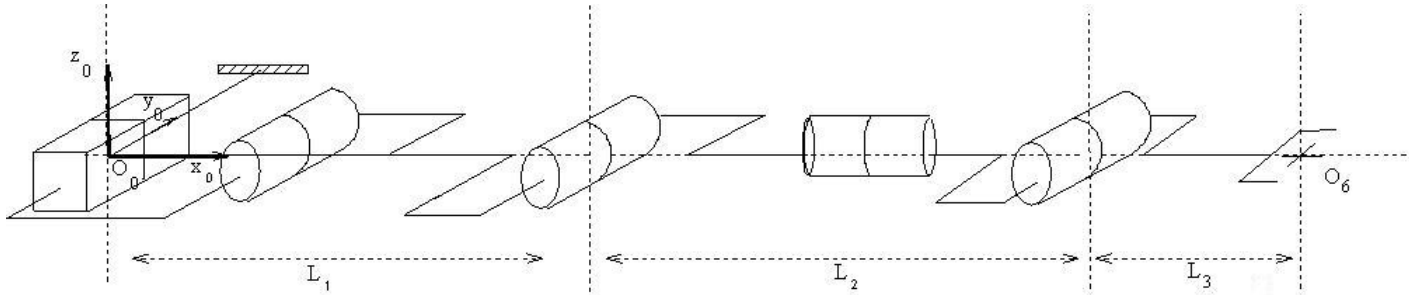

FIGURE 1 – Robot PRRRR.
On considère le robot PRRRR représenté sur la figure 1.
3. En déduire les matrices de passage homogènes élémentaires  $T_{i-1,i}$ . Vérifier vos résultats pour la configuration représentée sur la figure 1. **On n'effectuera pas les produits matriciels permettant de déterminer le MGD.**